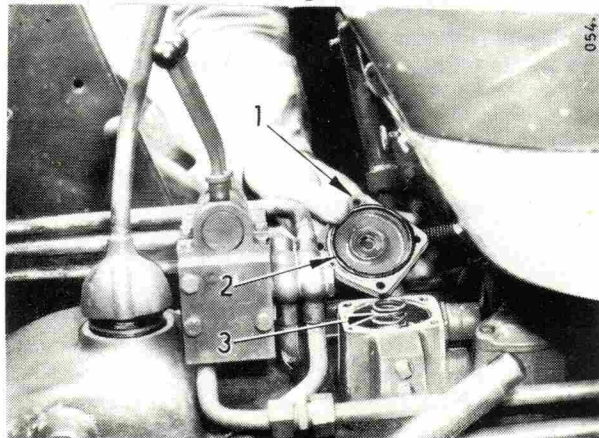
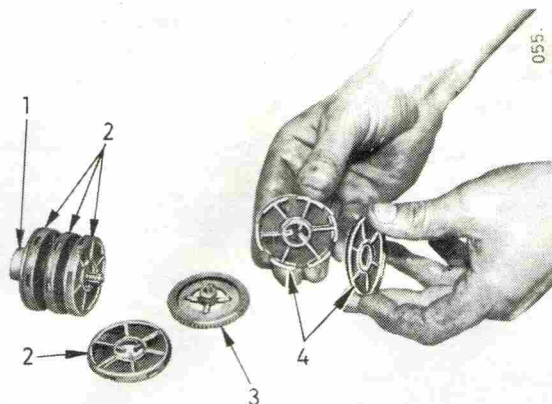
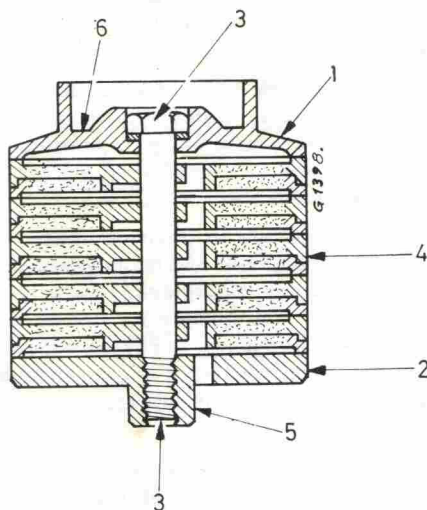

Fig. 67
Fig. 68
Fig. 69
Le filtre hydraulique de l'Amplimatic (Fig. 67) se compose de plusieurs disques superposés, à mailles fines, empilés sur le support (1, Fig. 68) et maintenus à l'aide de deux couvercles (1 et 3, Fig. 68). Chaque disque constitue en fait un élément filtrant comprenant deux tamis (4, Fig. 68).
Enlever les quatre vis de fixation du couvercle du boîtier de filtre tout en retenant en même temps la pression du ressort intérieur (3, Fig. 67).
Enlever l'ensemble des éléments filtrants et ôter le chapeau inférieur (3, Fig. 68).
Après nettoyage, remettre les disques filtrants en place comme l'indique la figure 69. Visser le chapeau inférieur (2) à la main à un couple maximum de 0,7 m.kg. Ne pas serrer exagérément. Remonter l'ensemble des éléments filtrants dans le boîtier en prenant soin de placer le téton (5) dans le logement prévu à cet effet dans le fond du boîtier. Remettre en place le ressort (3), le joint torique (2) et le couvercle (1, Fig. 67).